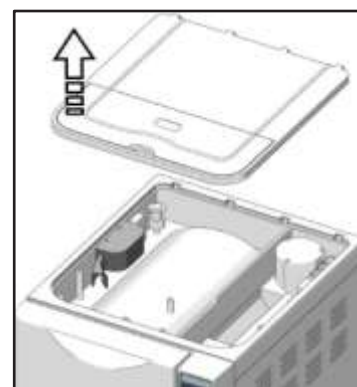

Figura 15
- Sollevare con una mano il pannello di copertura del serbatoio. Rimuovere il pannello di copertura (figura 15).